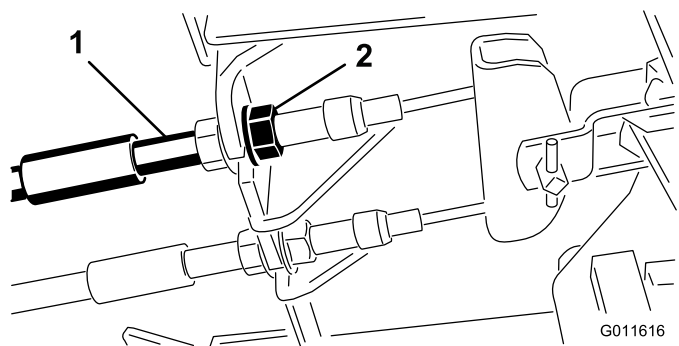

图 69
1. 要缩短刹车踏板的自由行程可以通过松开刹车拉线螺线端的前螺母紧固刹车图 69。